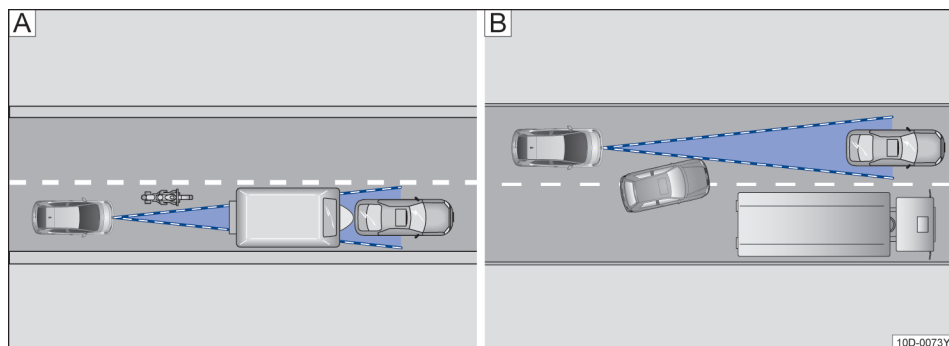

图 91 A. 窄弯中的车辆 B. 变换车道
- 不在传感器作用范围内、与本车辆相距较近行驶的机动车，如摩托车→图 91 [A]。
- 在本车前方近处切换到本车所在车道的车辆→图 91 [B]。